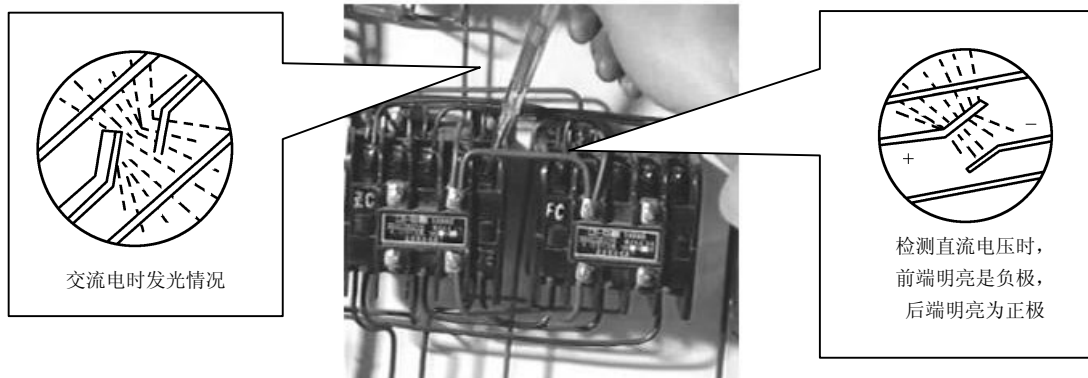

图 3-7 试电笔测量交流电、直流电时的发光情况
(2) 试电笔检查直流电路断路故障时，可以先用试电笔检测直流电源的正、负极。氖管前端明亮时为负极，氖管后端（手持端）明亮时为正极。也可从亮度判断，正极比负极亮一些。试电笔测量交流电、直流电时的发光情况如图 3-7 所示，交流电氖管通身亮，直流电氖管亮一端。